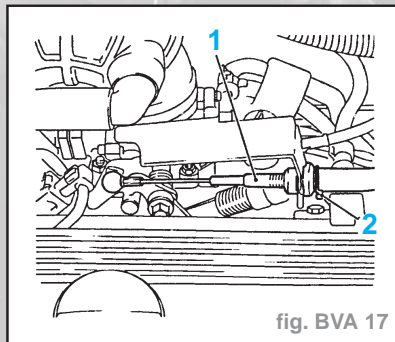

fig. BVA 17
- Retirer l'agrafe de sûreté (**2**) (fig BVA.17).